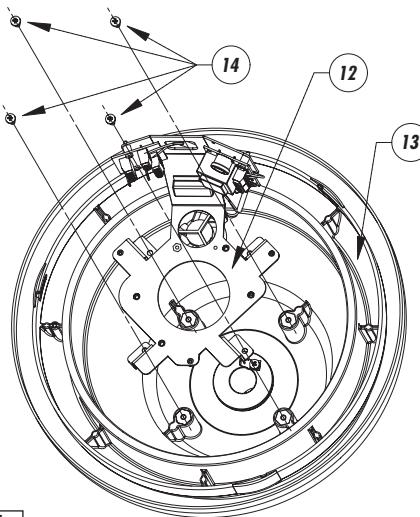
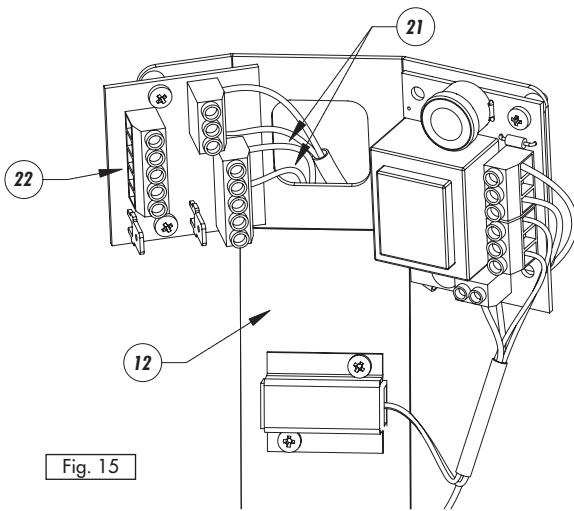

Fig. 11
Fig. 15
- Fissare (Fig. 11) la piastra di riscaldamento (12) con i circuiti precedentemente cablati alla custodia a sfera (13) tramite le viti di fissaggio (14). I cavi in uscita (21) dalla scheda di alimentazione (22) dovranno passare all'esterno della piastra di riscaldamento (12) come illustrato in Fig. 15.
- Après le câblage des circuits, fixer (Fig. 11) la plaque du chauffage (12) au caisson dôme (13) au moyen les vis de blocage (14). Les câbles sortant (21) de la carte d'alimentation (22) doivent passer à l'extérieur de la plaque du chauffage (12) comme en Fig. 15.
- Fix (Fig. 11) the heating plate (12) with the pre-wired circuits to the dome housing (13) using the fastening screws (14). The output cables (21) coming from the power supply board (22) must pass to the external side of the heating plate (12) as shown in Fig. 15.
- Die Heizplatte (12) mit der zuvor verdrahteten Schaltung mit den Befestigungsschrauben (14) am Kugelgehäuse (13) fixieren (Fig. 11). Die Kabel (21) aus der Strom- Versorgungskarte (22) müssen außerhalb der Heizplatte (12) liegen, wie in der Fig. (15) gezeigt.